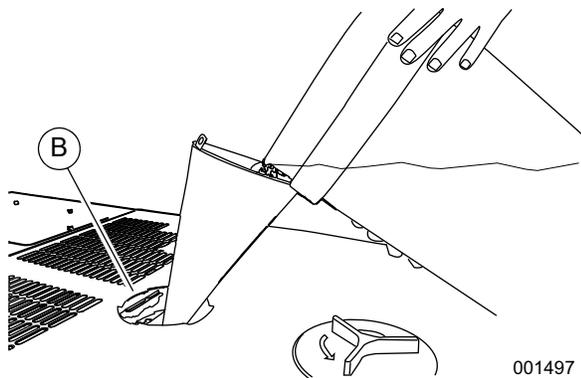

Figure 5-15. Remplissage du circuit de refroidissement
- Voir la Figure 5-15. Insérez un entonnoir dans le col de remplissage du radiateur (B). Voir la Vidange/rinçage du circuit de refroidissement.